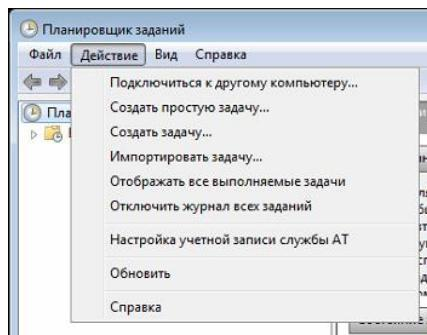

Рисунок 9.28 — Добавление задания
- В открывшемся окне *Планировщик задач* в меню *Действие* выберите *Создать простую задачу* (см. рисунок 9.28).